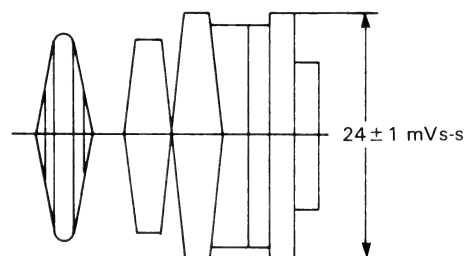

Abbildung 2-8.
- c) Den R518 (Aufnahme-Farbsättigungsregler) so einstellen, daß der Rot-Pegel bei  $24 \pm 1$  mVs-s (siehe Abb. 2-8) liegt.